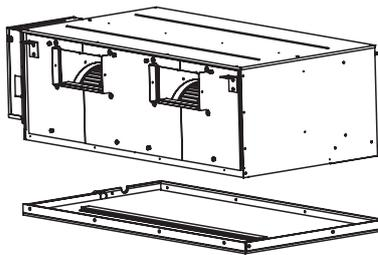

Рисунок 10.11
- 6) Усилиями двоих человек поднимите основание кондиционера, толкните его в горизонтальном направлении, чтобы оно закрыло сам кондиционер. (Рисунок 10.11)